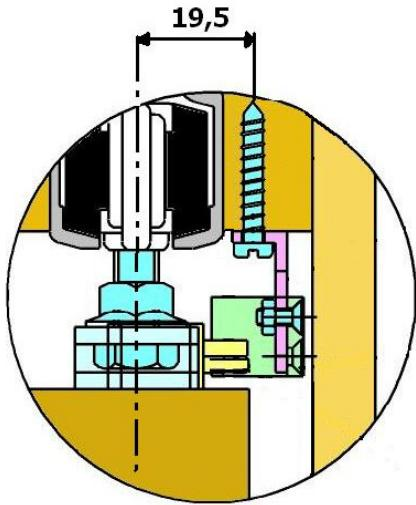

Fig. 7 Quote di posizionamento della staffa per monorotaie con larghezza C<29 mm
- Mantenere la porta completamente chiusa. Controllare che la molla del pistone non sia in posizione di tensione ma sia in posizione di riposo. Posizionare la staffa ad L in acciaio sul travetto, tenendo il lato corto rivolto verso la porta e appoggiato al bordo esterno della monorotaia. La staffa deve essere posizionata in modo che il dente di nylon si trovi al centro dei due denti in plastica del pistone. A questo punto fissare la staffa in acciaio al travetto mediante le due viti 3,5x25 mm. **ATTENZIONE:** per monorotaie di larghezza C inferiore a 29 mm la staffa ad L non deve essere posizionate contro il bordo della monorotaia. Fissare la staffa in modo che i fori delle viti si trovino a 19,5mm dal centro della monorotaia (vedere Fig. 7)).
- Keep the door completely closed. Check that the piston spring is not in a stress position but it rest. Position the bracket L in steel on the rafter, by keeping the short side turned toward the door and supported to the external edge of the rail. The bracket should be positioned so that the tooth in nylon is in the middle of the two plastic teeth of the piston. At this point fix the bracket in steel to the rafter through the two screws 3,5x25 mms. **ATTENTION:** for rails width C less than 29 mms. the L bracket must not be placed on board of the rail. Fix the bracket so that the holes of the screws are located at 19,5 mms. from the center of the rail (see Fig. 7).
- **ATTENTION** : pour les monorails de largeur C inférieur à 29 mm l'étrier à L ne doit pas être positionné contre le bord du monorail. Fixer l'étrier en manière que les trous des vis sont à 19,5 mm du centre du monorail (voir Fig. 7).
- **Atención:** para monorrieles de ancho de menos de 29 mm, el soporte en forma de L no debería estar situado en el borde del monorriel. Asegurar el soporte de manera que los orificios de los tornillos se encuentren en 19,5 mm desde el centro del monocarril (ver Fig. 7).